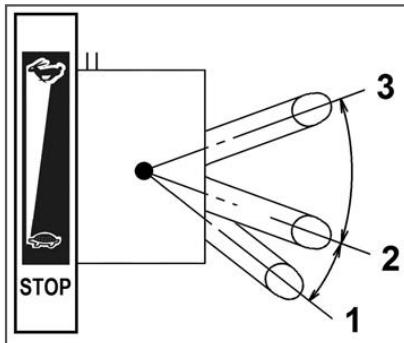

Рис. 16 Рычаг газа (вид сверху)
- Переведите рычаг газа на 1/3 хода в сторону положения максимальных оборотов двигателя (Рис. 16).
| Рычаг газа установлен в положение 1 (Рис. 16) | Установите рычаг газа в положение 2 (Рис. 16) |